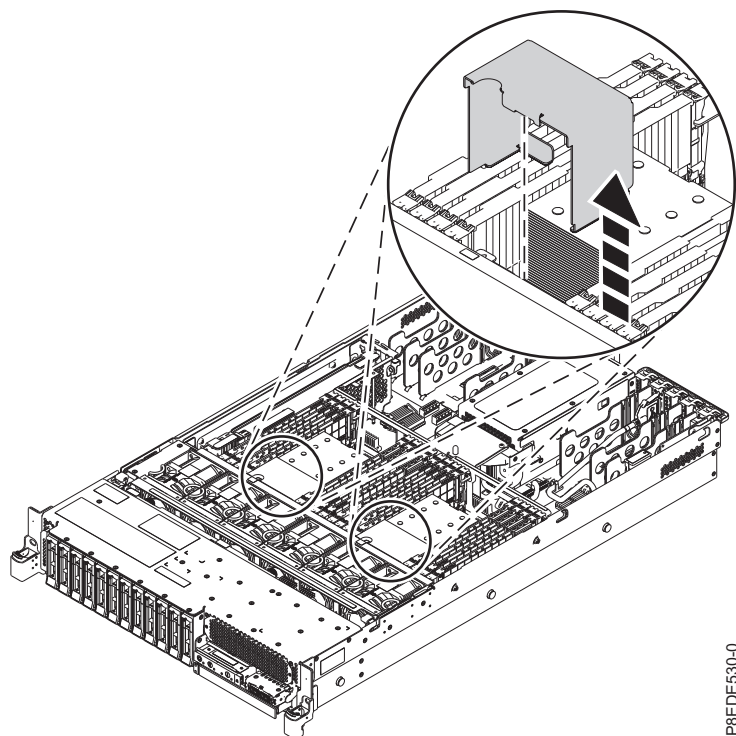

Figura 3. Removendo a placa defletora de ar
3. Remova a placa defletora de ar segurando-a e levantando-a para fora do sistema, conforme mostrado na Figura 3.